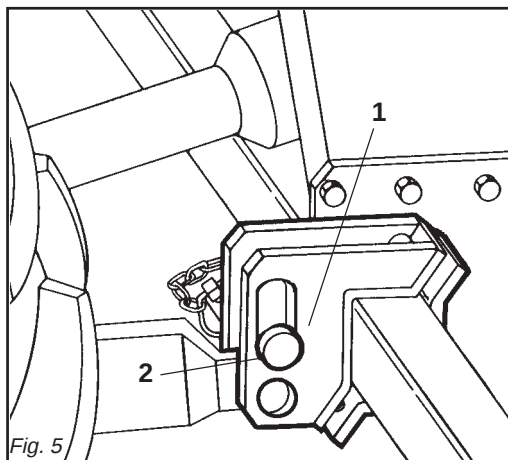

Fig. 5
In base alle dimensioni specifiche di questi 2 tipi di attacchi dei trattori è necessario determinare la posizione più favorevole della zappatrice spostando opportunamente sul tubo quadro le piastre (1 Fig. 5) e inserendo i perni (2 Fig. 5) nei fori corrispondenti al giusto diametro delle parallele del trattore.
Le piastre (1 Fig. 5) vanno montate sempre e solo come mostrato in Fig. 5 con i fori posizionati anteriormente al tubo quadro.
Depending on the precise dimensions of these two types of hitches, find the best position for the cultivator by moving the plates (1 Fig. 5) along the square tubular and inserting the pin (2 Fig. 5) in the holes corresponding to the correct diameter for the tractor's parallel arms.
The plates (1 fig. 5) must always and only be mounted as shown in Fig. 5 with the holes towards the front of the square tubular.
Aufgrund der spezifischen Abmessungen dieser beiden Schlepperanschlüsse kann man die günstigste Position der Hackfräse festlegen, indem man die Platten (1 Abb. 5) auf dem Vierkantrohr verschiebt und die Bolzen (2 Abb. 5) in die entsprechenden Bohrungen mit dem richtigen Durchmesser auf dem Schleppergestänge einsteckt.
Die Platten (1 Abb. 5) dürfen nur und ausschließlich so montiert werden, wie es in Abb. 5 gezeigt ist, nämlich mit den Bohrungen, die vor dem Vierkantrohr angeordnet sind. Der Hersteller haftet nicht für die Beschädigung der Hackfräse oder des Schleppers infolge der Nichtbeachtung dieser Angabe.
En fonction des dimensions spécifiques de ces deux types d'attelages des tracteurs il faut déterminer la position la plus favorable de la houe en déplaçant, sur le tube carré, les plaques (1 Fig. 5) et introduire les axes (2 Fig. 5) dans les trous correspondant au bon diamètre des parallèles du tracteur.
Les plaques (1 Fig. 5) doivent obligatoirement être montées comme illustré dans la Fig. 5 en utilisant les trous placés à l'avant du tube carré. Le constructeur décline toute responsabilité pour les ruptures sur la houe ou sur le tracteur dérivant de l'observation de cette prescription.
En relación a las dimensiones específicas de estos dos tipos de enganche de los tractores hace falta determinar la posición más favorable de la binadora desplazando oportunamente en el tubo cuadrado las placas (1 Fig. 5) e introduciendo los pernos (2 Fig. 5) en los orificios correspondientes al correcto diámetro de las paralelas del tractor.
Las placas (1 Fig. 5) deben ser montadas siempre y solamente según lo indicado en la Fig. 5 con los orificios posicionados delante del tubo cuadrado. La firma constructora no es responsable de rupturas en la binadora o en el tractor originadas por falta de respeto de esta indicación.
- 1 - Accostare le parallele del sollevatore ponendole all'interno delle piastre (1 Fig. 5), inserire il perno (2 Fig. 5) nel foro predisposto e bloccare con le copiglie a scatto.
- 1- Near the lift bars, setting them in the most suitable plates (1 Fig. 5). Insert the pin (2 Fig. 5) into the relative hole and lock in place with the snap-in split pins.
- 1- Die Lenker des Krafthebers annähern und in die am besten geeigneten Platten schieben (1 Abb. 5). Den Bolzen (2 Abb. 5) in das Loch stecken und mit dem einrastenden Splint blockieren.
- 1- Approchez les barres du relevage en les plaçant à l'intérieur des plaques les plus appropriées (1 Fig. 5), introduisez l'axe (2 Fig. 5) dans le trou correspondant et bloquez par les goupilles à encastrement.
- 1- Acercar las barras del elevador poniéndolas dentro de las placas más indicadas (1 Fig. 5), introducir el perno (2 Fig. 5) en el orificio y bloquear con los pasadores de resorte.